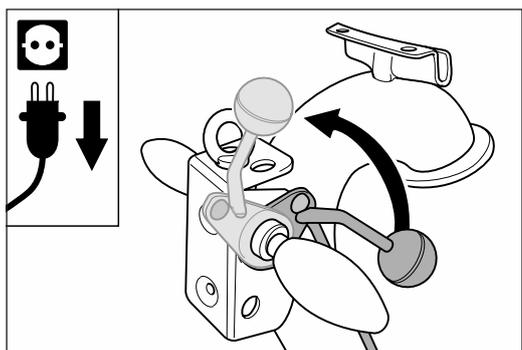

Abb. 8 Den Ablasshebels am Handgriff bis zum Anschlag nach oben ziehen. Dadurch wird die Schleifwalze vom Boden abgehoben.
- 4 Ziehen Sie den Ablasshebel am Handgriff bis zum Anschlag nach oben (Abb. 8). Dadurch wird die Schleifwalze vom Boden abgehoben.